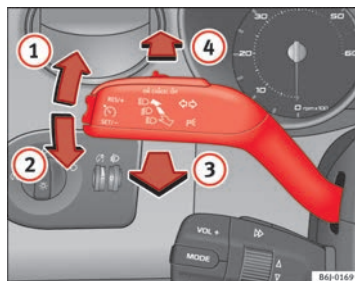

Abb. 60 Blinker- und Fernlichthebel
- Drücken Sie den Hebel bis zum Anschlag nach oben  $\Rightarrow$  Abb. 60  $\textcircled{1}$ , um **rechts** zu blinken bzw. nach unten  $\textcircled{2}$ , um **links** zu blinken.
- Drücken Sie den Hebel nach vorne  $\Rightarrow$  Abb. 60  $\textcircled{4}$ , um das Fernlicht einzuschalten.